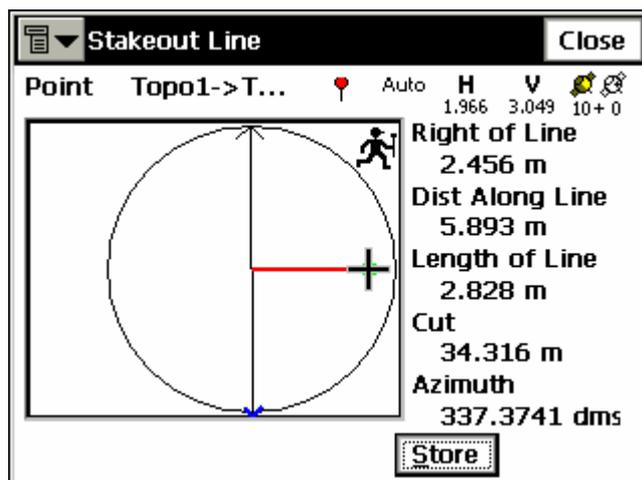

Рисунок 7-15. Разбивка профиля - рабочее окно при работе с GPS+ приемником
- При работе с GPS+ приемником: при нахождении профиля руководствуйтесь информацией, отображаемой в окне **Stakeout Line (Разбивка профиля)** (значениями элементов ориентирования). Когда Вы подойдете достаточно близко к линии на необходимом расстоянии от начального пикета, нажмите **Store (Сохранить)** (рис. 7-15 на стр. 7-10).